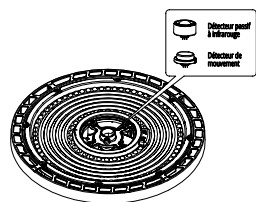

Figure 11
2. Installez le détecteur : vissez fermement le détecteur dans le réceptacle. (Voir la figure 11)